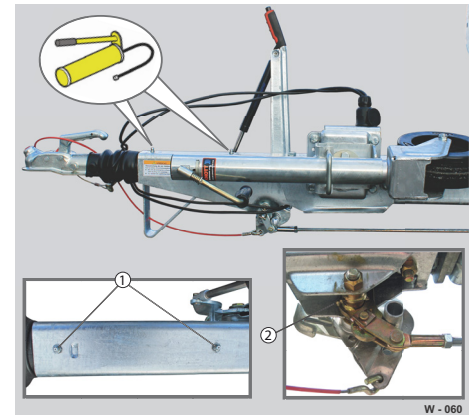

Abb. 49 Auflaufeinrichtung: Schmierstellen
- ▶ Auflaufeinrichtung mittels Fettpresse an den oberen Schmiernippeln (Abb. 49/1) abschmieren.
- ▶ Umlenkeinrichtung am Schmiernippel (Abb. 49/2) schmieren und die Lagerstellen ölen.